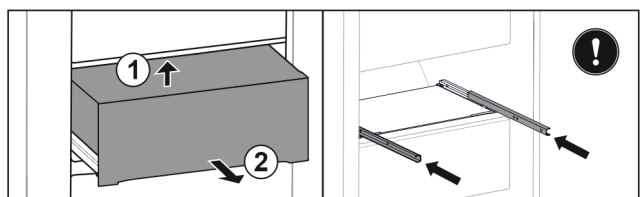

Fig. 114
- ▶ Приподнимите выдвижной ящик сзади снизу. Fig. 114 (1)
- ▶ Извлеките выдвижной ящик движением вперед. Fig. 114 (2)